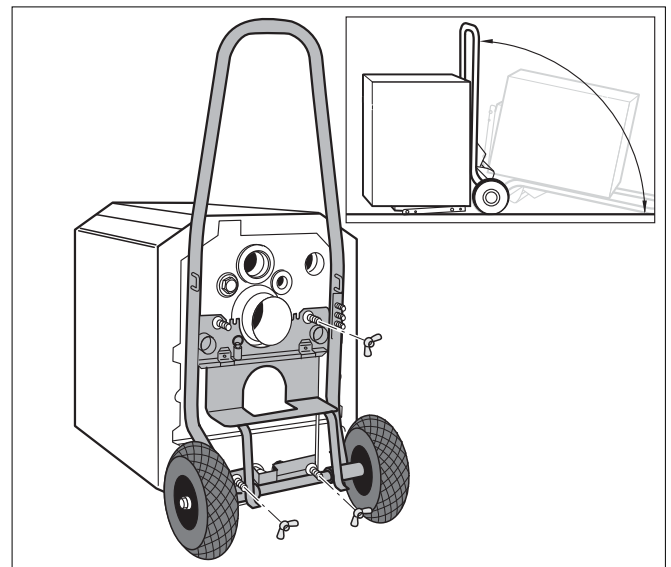

Рис. 7 Транспортировка отопительного котла на тележке
- Наклонить котел, используя какое-либо транспортное средство (→ Рис. 7, страница 15) или подложив деревянный брус.